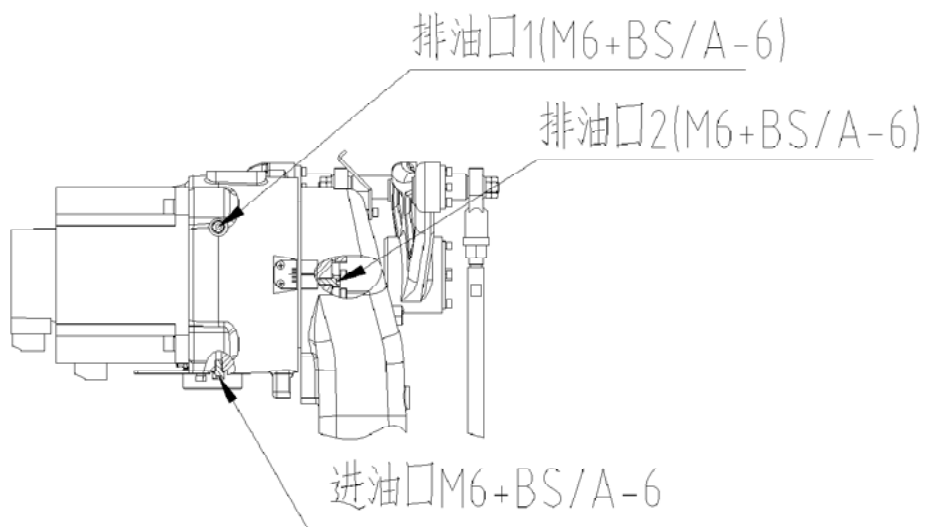

图 13 J3 轴减速机局部结构
(1) 油脂补充步骤（参考图 13）
- ④ 安装出油口油塞 1 前，运动 J3 轴几分钟，使多余的油脂从出油口 1 中排出；
- ⑤ 用布擦净从出油口 1 多余的油脂，在出油口 1 安装堵塞。
(2) 油脂更换步骤（参考图 13）